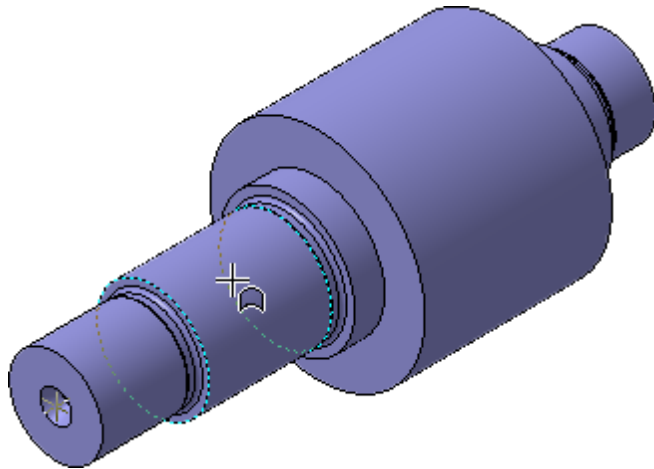

Рисунок 24
- Укажите цилиндрическую грань, на которой нужно построить шпоночный паз (рис. 24).